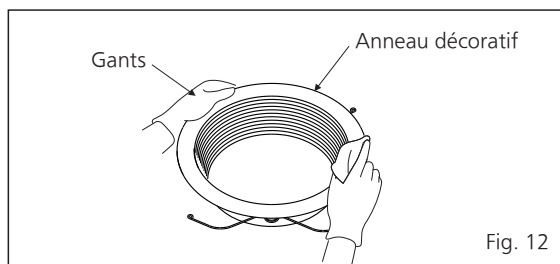

Fig. 12
2. Nettoyez l'anneau décoratif. (Utilisez un détergent de cuisine non abrasif. Ne placez pas dans de l'eau chaude.) Essuyez avec un chiffon propre jusqu'à ce que l'anneau décoratif soit sec. (Voir Fig. 12)